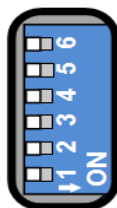

Рисунок 1.4 – Переключатели на задней панели анализатора (все выключены)
На задней панели анализатора расположена линейка из шести переключателей «Конфигуратор» (рисунок 1.4), с помощью которых выбирается набор сетевых параметров.
**!** *Изменение сетевых параметров вступит в силу только после выключения / включения питания анализатора и при включённом первом переключателе «конфигуратора» на задней панели анализатора (рисунок 1.4).*
Функция «Повторить поиск» позволяет повторить обнаружение доступных приборов. ПО обращается к *DNS*-серверу с просьбой преобразовать *IP*-адрес анализатора в сетевое имя. Если это удаётся, то в столбце «Адрес прибора» вместо *IP*-адреса отображается сетевое имя. Невозможность преобразования *IP*-адреса в сетевое имя не является ошибкой и связана, скорее всего, с тем, что анализатор не использовал автоматическую конфигурацию сетевых параметров (переключатель 2 на задней панели выключен, рисунок 1.4) и не зарегистрировал своё имя на сервере. Если поиск осуществлялся при выключенном переключателе «Все приборы», то из найденных устройств будут отображены только подходящие к текущей версии ПО *Graphit* анализаторы.